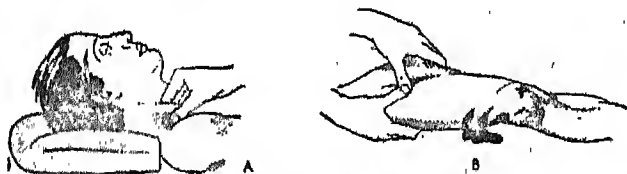

Fig. 7. — Arrêt d'une hémorragie artérielle par compression.
b) La compression ne présente pas les mêmes dangers que le garrot. Elle est d'ailleurs seule utilisable dans le cas des blessures à la tête. On presse fortement, avec les doigts, sur le trajet de l'artère sectionnée. La fig. 7 montre comment on peut arrêter ainsi une hémorragie à la tête (A) et à la cuisse (B).